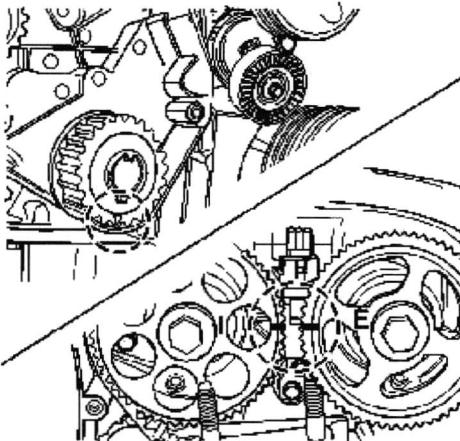

图 1-2 对准时标记
- 17) 用曲轴带轮螺栓顺时针转动曲轴至少一整圈，将曲轴正时齿轮上的标记对准后正时带罩底部的缺口，对准凸轮轴正时齿轮正时标记，如图 1-2 所示。